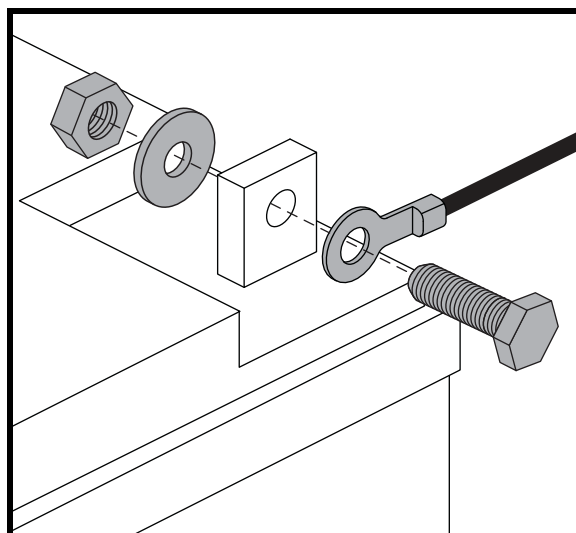

Figure 15. Batterie Borne Matériel
4. Débranchez les câbles des bornes des batteries en soulevant la couvercles des bornes et en desserrant le boulon et l'écrou sur chaque borne. **Voir la figure 15.**